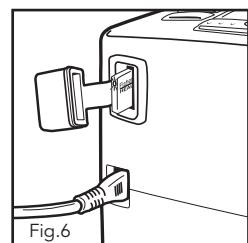

Fig.6
8. El SmartStick™ está ubicado en la parte posterior del dispositivo. Separe la tapa del SmartStick™ y asegúrese de que el SmartStick™ esté insertado dentro del puerto SmartStick™ en la dirección correcta. El logo "Fisher & Paykel Healthcare" debe estar en posición vertical. Si la etiqueta está al revés extraiga el SmartStick™ y vuelva a insertarlo en la dirección correcta. La primera vez que se coloca el SmartStick™ en el equipo, empezará a parpadear una pequeña luz al final del SmartStick™. La luz continuará iluminada indicando que los datos están siendo registrados en el SmartStick™ (Fig.6).